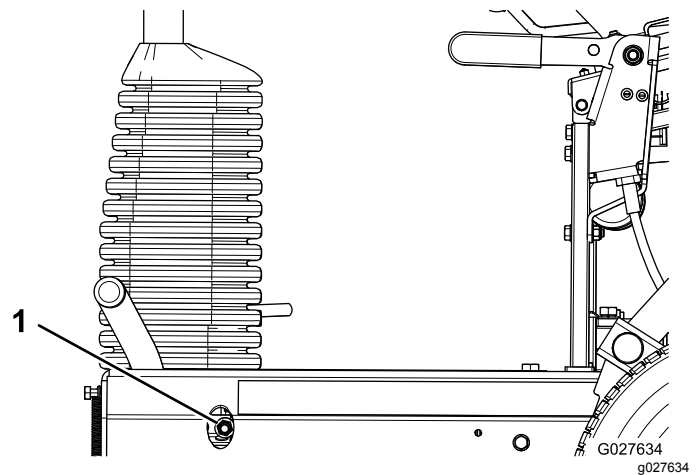

Bild 38
- Ziehen Sie die Sicherungsmutter der Bremse an, um die Bremskraft zu erhöhen (Bild 38).
- Lösen Sie die Sicherungsmutter der Bremse an, um die Bremskraft zu verringern (Bild 38).